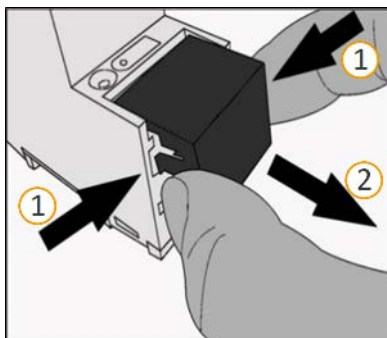

Abbildung 27: Abdeckkappe entfernen
1. Drücken Sie die Abdeckkappe seitlich leicht ein (siehe Abbildung 27, Pos. 1).
2. Ziehen Sie die Abdeckkappe nach oben ab (siehe Abbildung 27, Pos. 2).